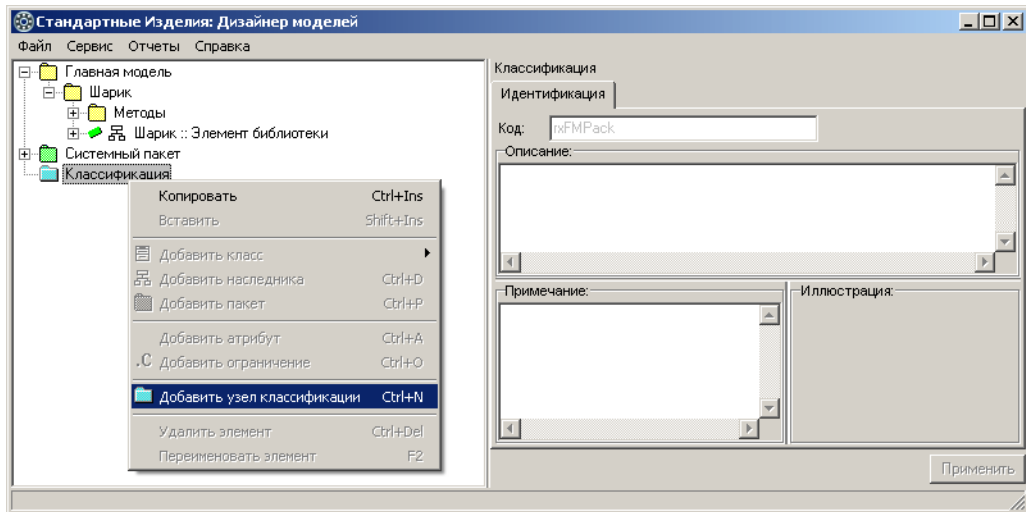

Рис. 3.42.
1. Укажите пакет *Классификация* и вызовите из контекстного меню команду **Добавить узел классификации** или нажмите клавиши **<Ctrl>+<N>** (рис. 3.42).